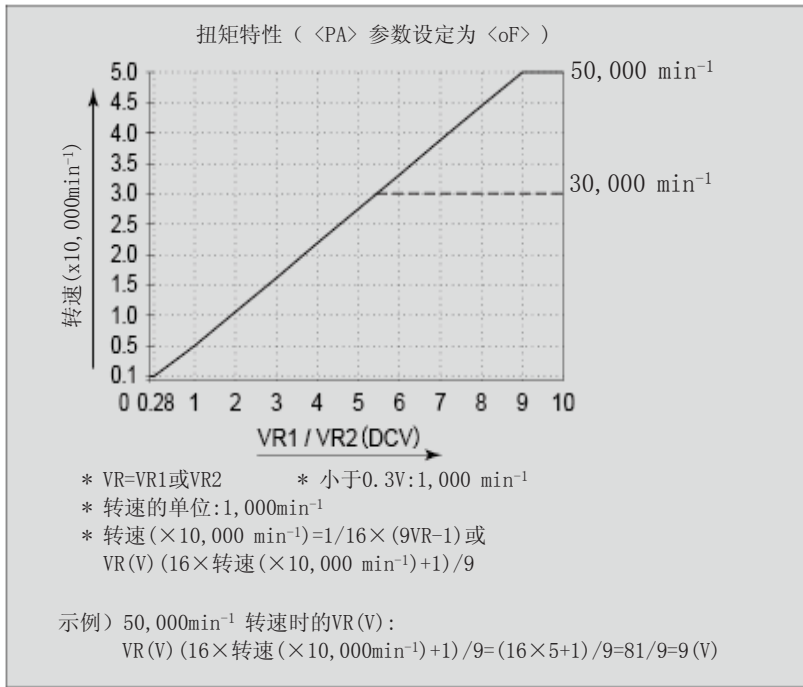
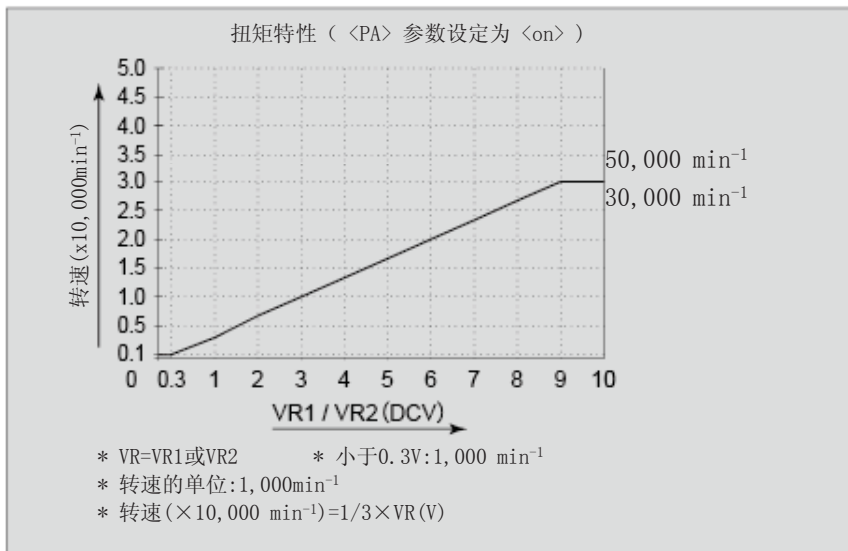

图34
图35
- 图34是将参数 <PA> 设定为 <oF> 的马达转速指令电压信号和转速的特性图。图35是将参数 <PA> 设定为 <on> 的马达转速指令电压信号和转速的特性图。